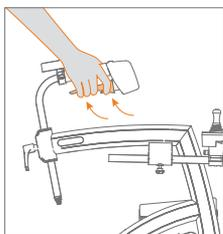

Figura 28: Applicare il freno di stazionamento.
- c. Vuoi usare il freno di stazionamento per assicurarti che il rollator non rotoli via? Per prima cosa spremere le maniglie dei freni e contemporaneamente premere le leve del freno di stazionamento. Quindi rilasciare i freni. Il deambulatore è ora in posizione di parcheggio **(Figura 28)**.